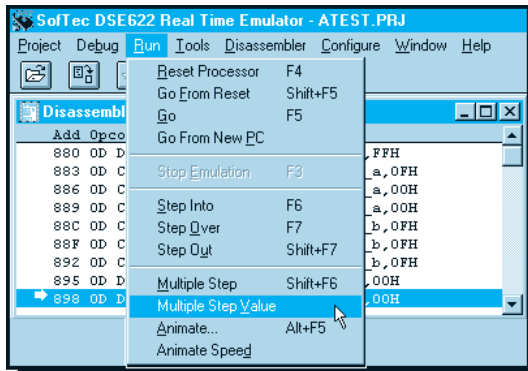

Fig.71 Finestra per variare i passi/multipli.
- Portate il cursore sulla scritta **Run** visibile in fig.71 e cliccate e nella finestra che appare andate sulla scritta **Multiple Step Value** e cliccate.